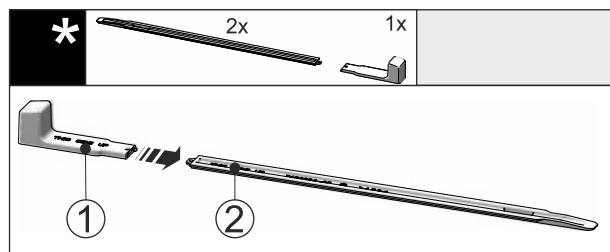

Fig. 47
- ▶ 将安装手柄 Fig. 47 (1) 插到水平导轨 Fig. 47 (2) 上。